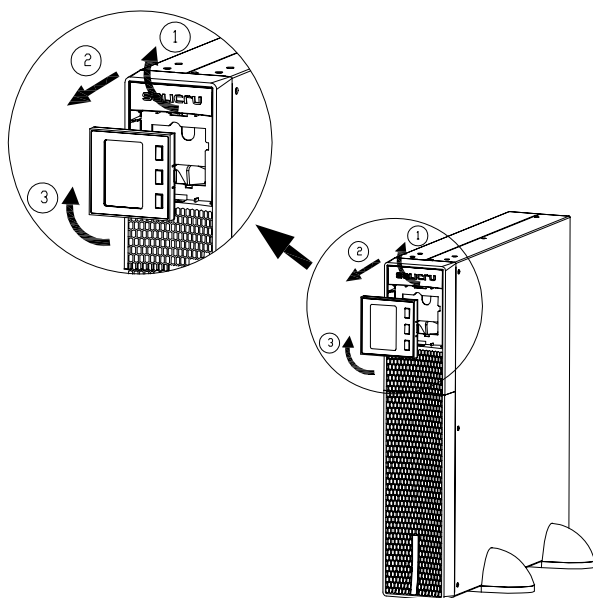

Fig. 9. Rotação do painel de controlo com monitor LCD sobre o embelezador plástico do frontal.
Insira o conector de uma extremidade do tubo no respetivo conector do SPS.ADVANCE e o conector da outra extremidade no do módulo de baterias (ver Fig. 9).
Conecte o cabo da tomada de terra incluído no tubo aos correspondentes pontos identificados, quer seja terminal, quer seja parafuso (ver Fig. 9).
- A Fig. 9 mostra a ligação de um equipamento de 3 kVA em disposição rack, com dois módulos de baterias. Para um número superior, opere de modo similar ao da ilustração.